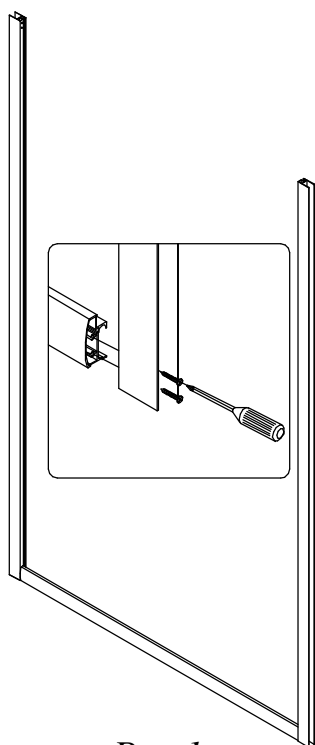

Рис.1
2. Используйте винт с круглой головкой st4. 2×25 (10) для соединения направляющей (3) и профиль для стекла (1) соберите всю раму модели (Рис.1)